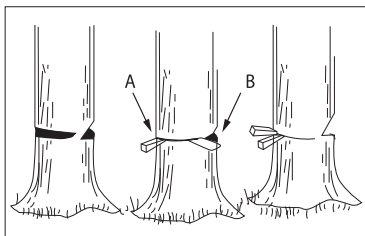

Рис. 16
Используйте деревянные или пластиковые клинья (A), чтобы предотвратить застревание шины или цепи (B) в пропилах. Клинья также помогают контролировать направление падения дерева (рис. 16).